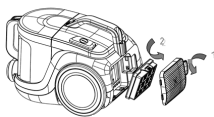

Fig. 4
1. Abra la rejilla de salida de aire en la parte trasera de la aspiradora y retírela (Fig. 4).